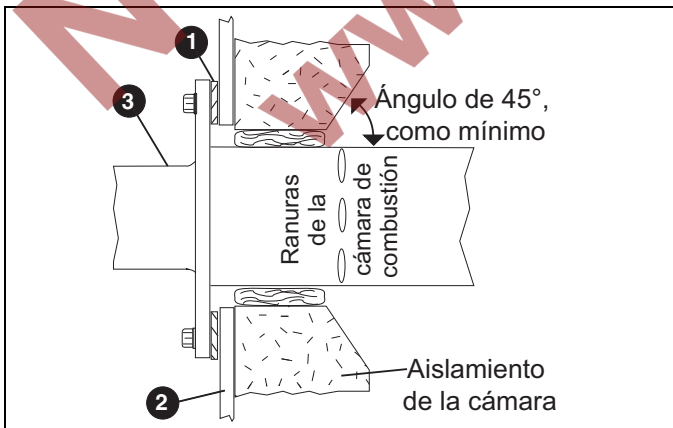

Figura 3.3. Pared de la cámara
Asegúrese de que la pared de la cámara ② sea lo suficientemente fuerte para soportar el peso del quemador ③. Refuerce la superficie de montaje, en caso de ser necesario. Consulte la figura 3.3.